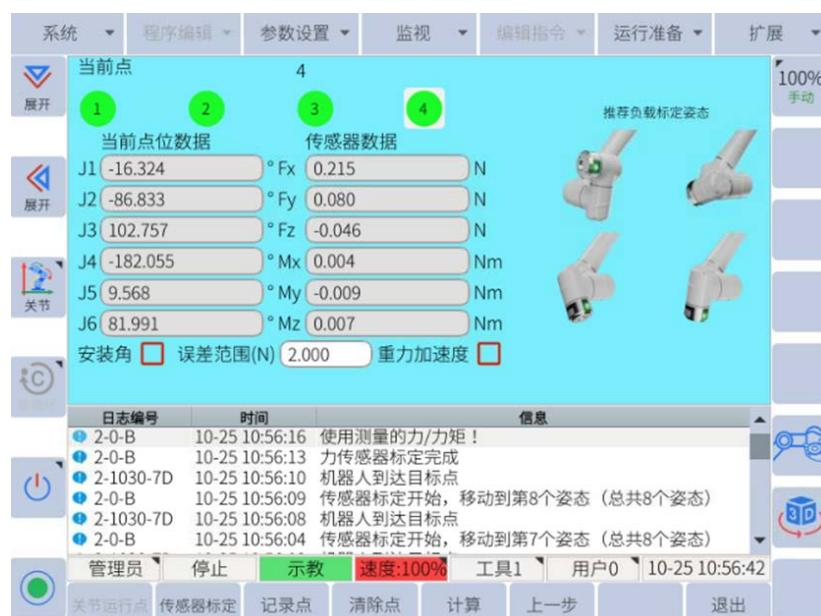

图 6-40: 负载辨识点位数据记录界面
- (c) 重复上述操作步骤, 依次记录点位3和点位4的位置信息和力传感器数据, 记录完成后的界面如图 6-40 所示。